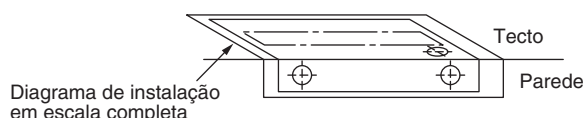

Fig. 3-5
- (1) Coloque o diagrama em escala completa (fornecido) no tecto, na localização onde deseja instalar a unidade interior. Utilize um lápis para marcar os furos a serem feitos (Fig. 3-5).